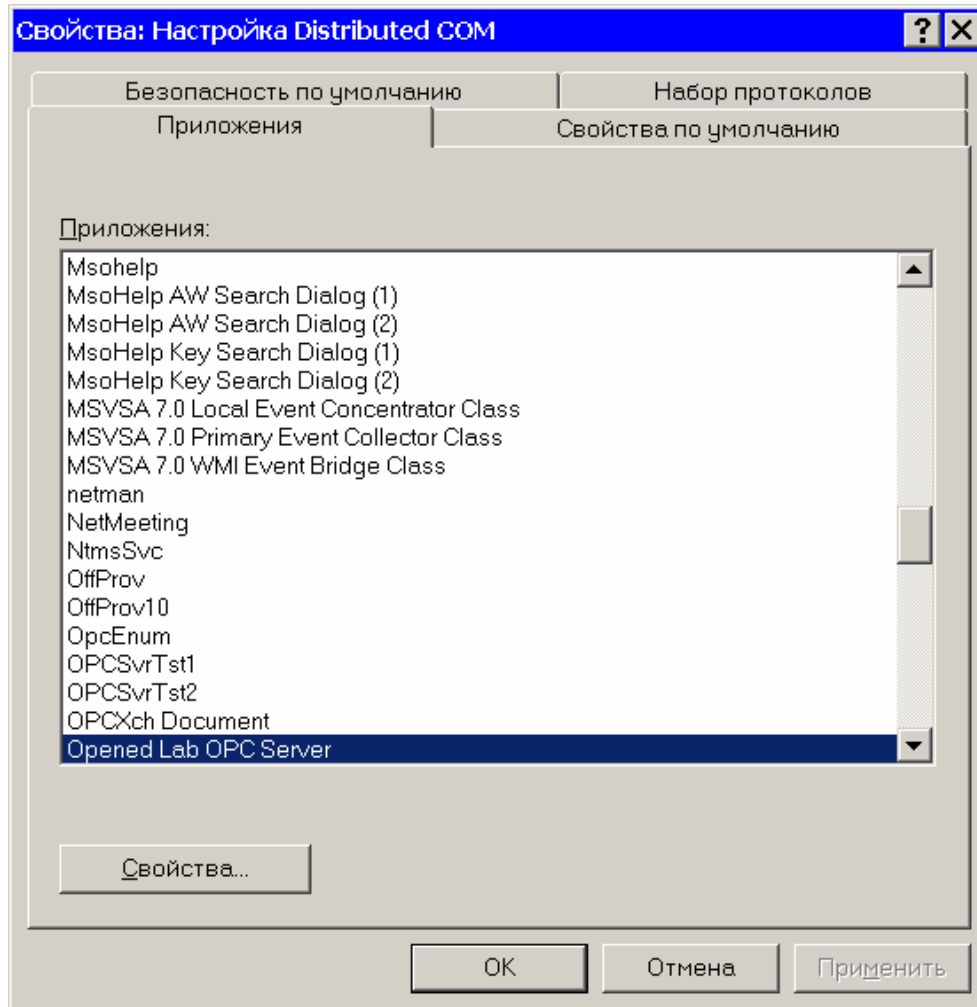

Рис. 5.6. Выбор OPC-сервера
6. В появившемся диалоговом окне (рис. 5.6) выберите OPC-сервер (в нашем примере это **Opened Lab OPC Server**) и нажмите кнопку **Свойства...**